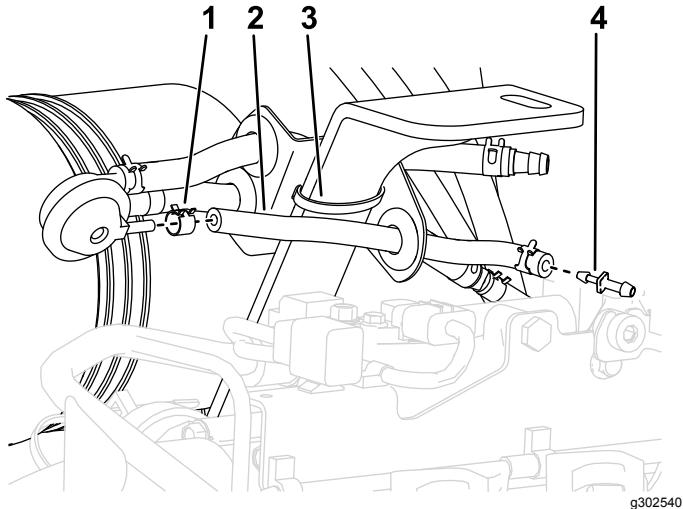

図 5
- ケーブルタイを使って、フレームから出ているサポートバーに、バルブブラケットアセンブリを固定する図5。